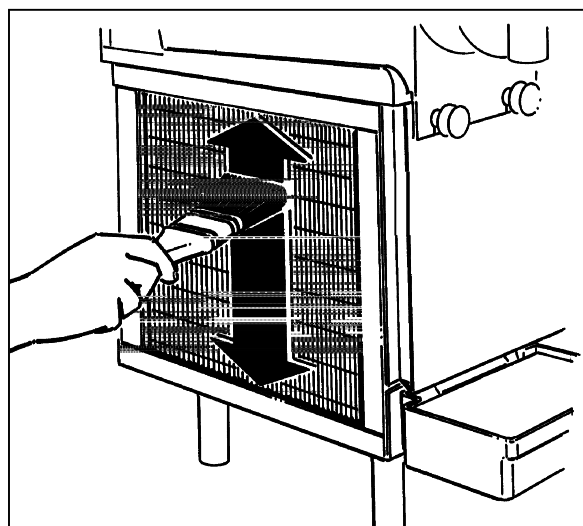

Fig. 22
-Pulire le alette del condensatore rimuovendo la polvere da quest'ultimo con acqua o con un aspirapolvere (vedi fig.22).